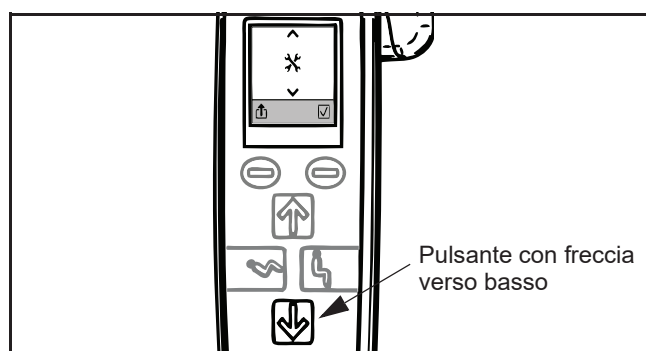

Fig. 62
- 3) Premere il pulsante bilancia per azzerare la bilancia. Adesso il display visualizzerà il peso zero (vedere fig. 62).